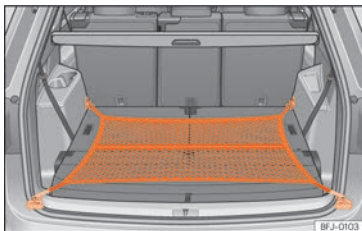

Fig. 127 Na bagageira: saco de rede fixado rente ao piso.
- Fixe os ganchos da rede nas argolas de fixação »» **Fig. 127** »» ⚠. O fecho de correr do saco deve ficar voltado para cima.